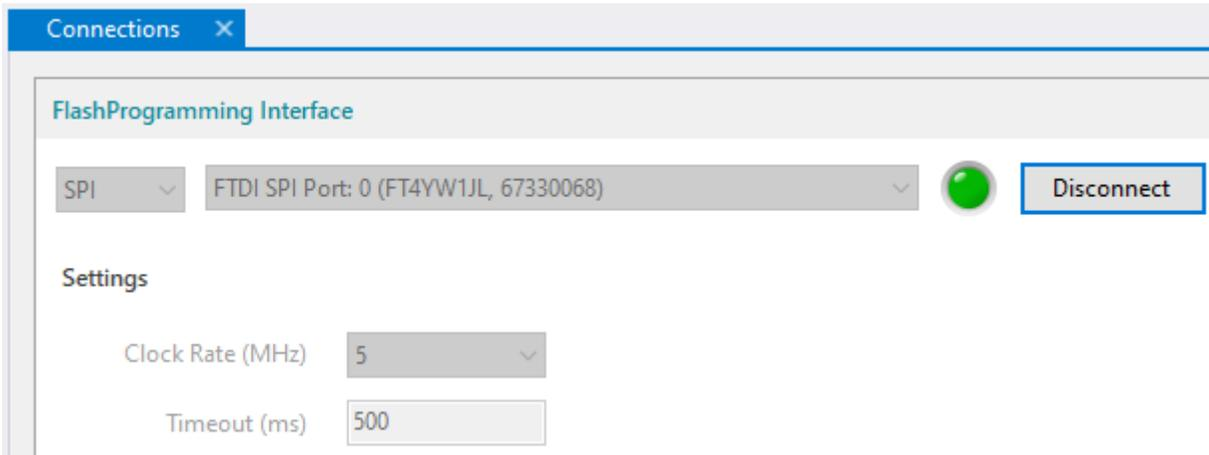

图 5-9. DLP Composer - 连接
6. 导航至“Connections”（连接）选项卡。设置为 SPI 和 FTDI SPI Port (FTDI SPI 端口)，然后点击 *Connect* (连接) 按钮。这时，虚拟 LED 应亮起，表示连接成功，如图 5-9 所示。